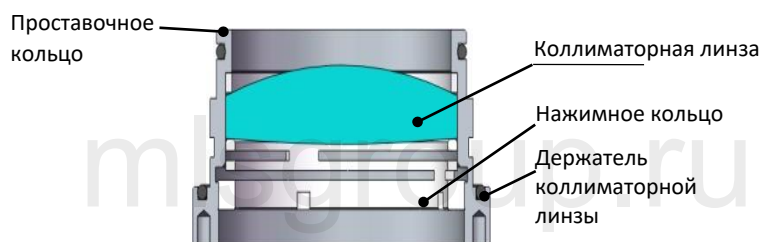

Рисунок 5.5 – Установка коллиматорной линзы
- Повторно соберите блок коллиматорной линзы (будьте внимательны при закручивании прижимного кольца) и вкрутите обратно в коллиматор, как показано на рис. 5.5;